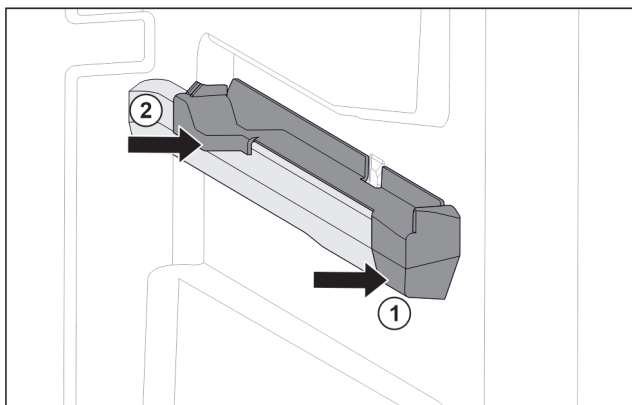

Fig. 151 Nasazovací díl na pravém žebrování na nádoby
- Nasadte nasazovací díl na žebrování na nádoby. Fig. 151 (1)
- Přitlačte nasazovací díl k zadní části. Fig. 151 (2)